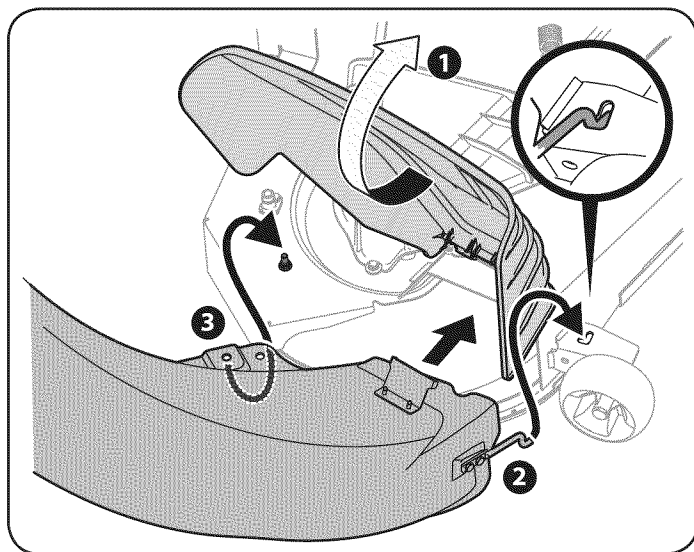

Figura 19
2. Levante el deflector del canal (1 en la Figura 19) de la plataforma y sosténgalo mientras ubica el canal de descarga sobre la abertura del canal.
3. Inserte el extremo del codo del canal de descarga (2) en el orificio suministrado en el montaje de rueda de la plataforma tal como se muestra en el recuadro de la Figura 19.
4. Gire el canal de descarga hacia atrás hasta que el orificio del codo del canal de descarga se alinee con el pasador de la plataforma. Mueva el codo de descarga hacia abajo hacia ese pasador como se muestra en 3 de la Figura 19.